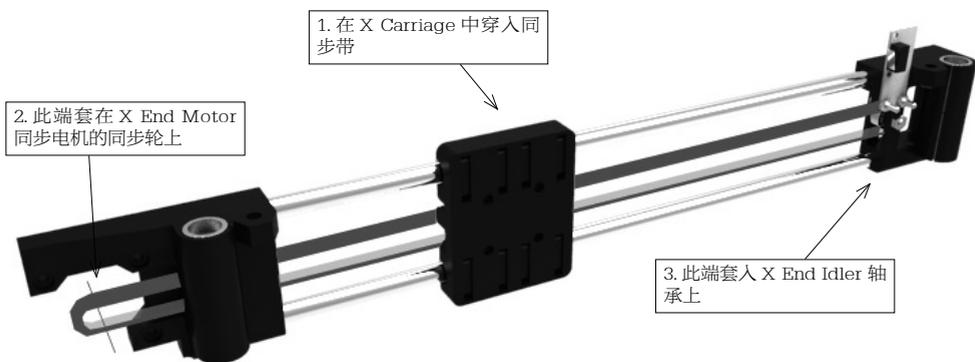

图 3-51 在 X 轴组件中穿入同步带
(1) 用一根 760mm 的 GT2 同步带 (Belt), 通过 X Carriage, 然后一端穿过 X End Idler 上的轴承, 再绕回来; 另一端穿过 X End Motor, 套在其上的同步电机中, 再绕回来, 如图 3-51 所示, 注意穿出的两段同步带要一样长。